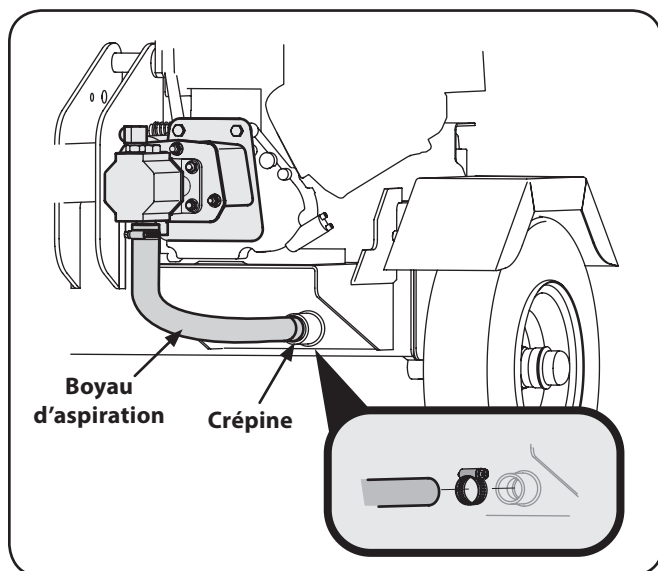

Figure 6-1
2. Débranchez le boyau d'aspiration du fond du réservoir. Voir Figure 6-1.